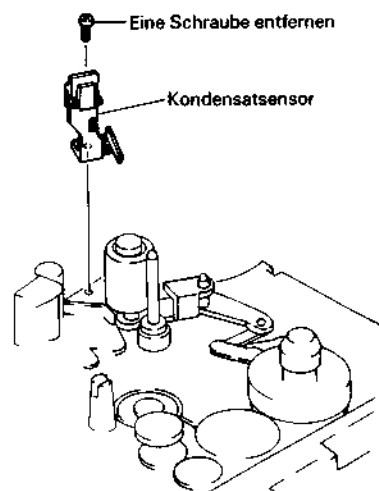

Abb. 2.62 Ausbau des Kondensatorsensors
3. Eine (1) Befestigungsschraube des Kondensatorsensors lösen (siehe Abb. 2.62).